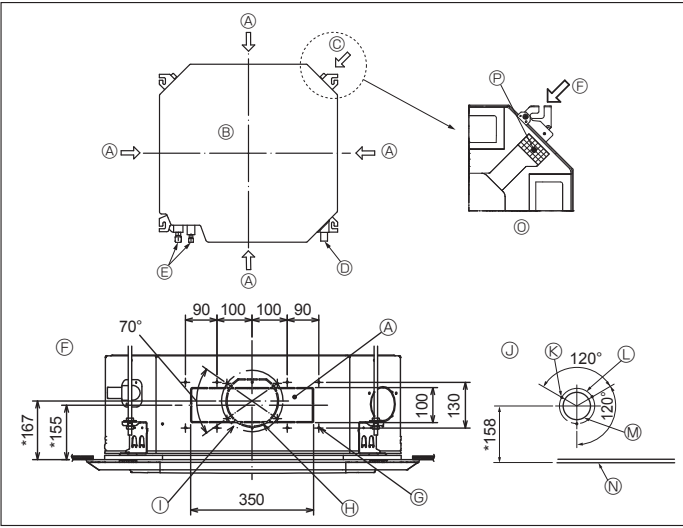

Fig. 3-4
3.4. Şube kanalı deliği ve temiz hava giriş deliği (Fig. 3-4)
Montaj esnasında, Fig. 3-4'te gösterilen konumlardaki (kesilerek çıkarılmış) hava deliklerini gerektiği zaman ve gerektiği şekilde kullanın.